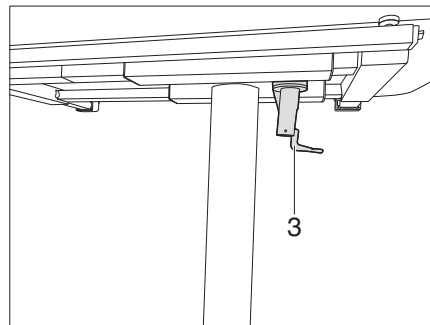

Fig. 106 Bloquear la mesa plegable
- Girar la palanca de bloqueo (Fig. 106,3) hacia la derecha. La mesa elevadora está bloqueada y no puede moverse.